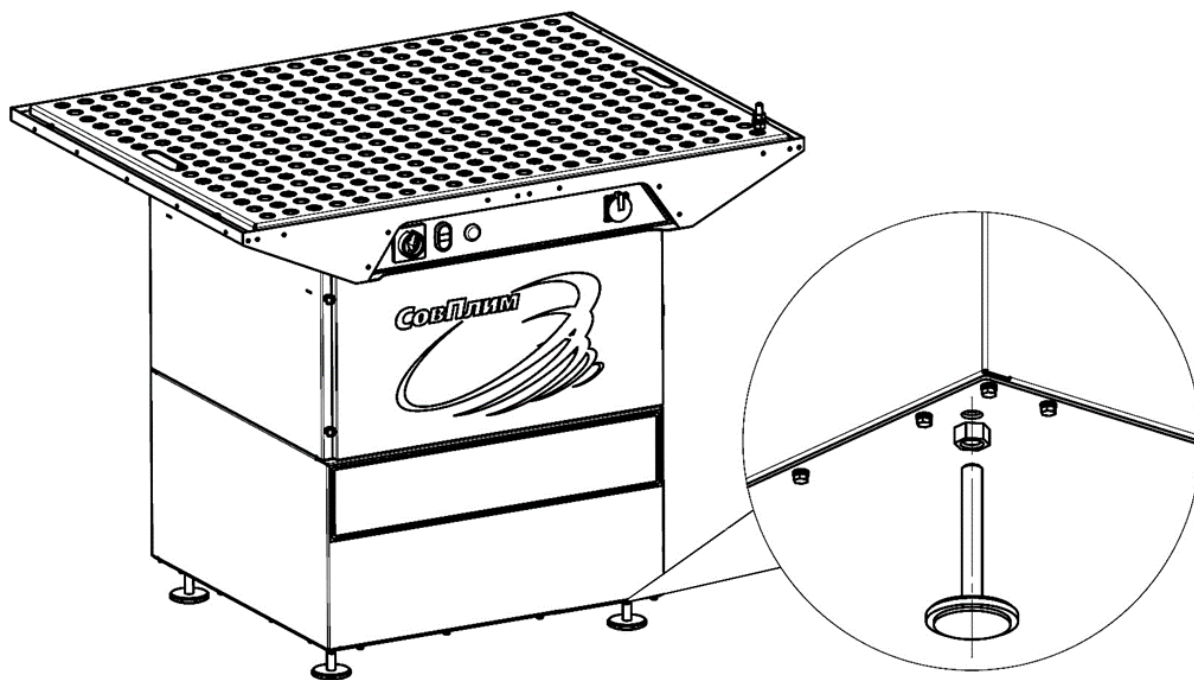

Рисунок 3
- 2) закрутить регулируемые опоры в резьбовые отверстия на дне стола (рисунок 3);